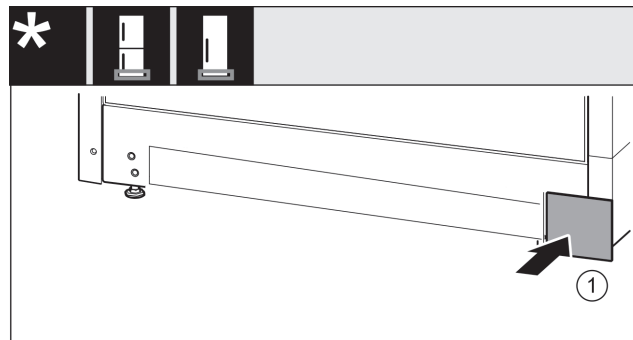

Fig. 26
- ▶ Знову одягнути кришку з іншого боку. Fig. 26 (1)